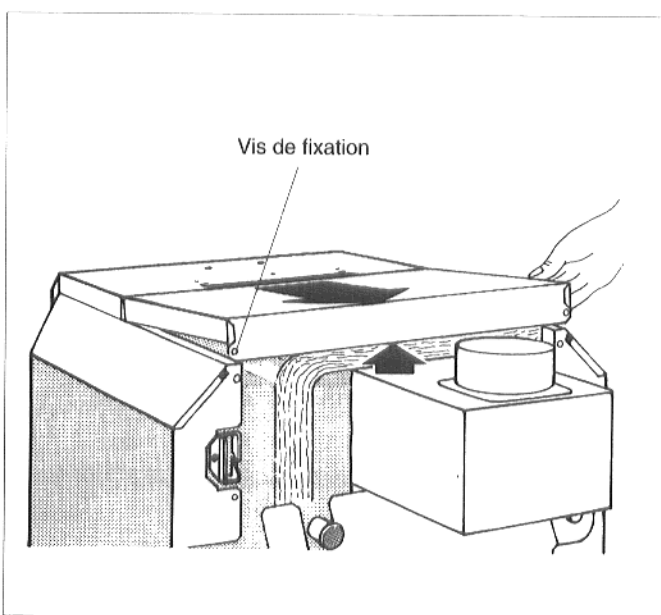

Fig. 8 : retirer le capot arrière de la chaudière
- Dévisser les deux vis de fixation du capot arrière de la chaudière. Soulever le capot arrière de la chaudière et le retirer en le tirant vers l'arrière (fig. 8).